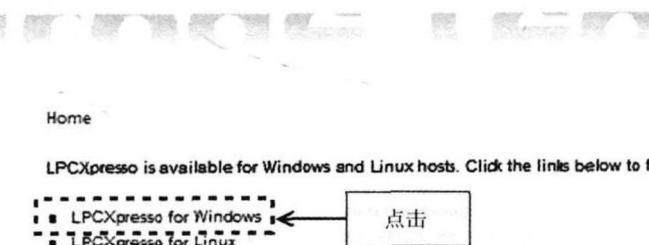

图 1.6 选择 LPCXpresso for Windows
(7) 点击后切换到新的页面,在此页面点击“LPCXpresso for Windows”(图 1.6)。